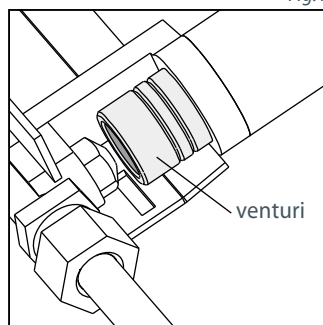

Fig. 2
- 8 Remise en marche du venturi (voir Fig.2):